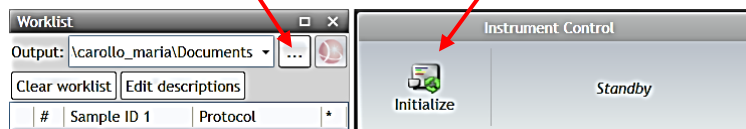
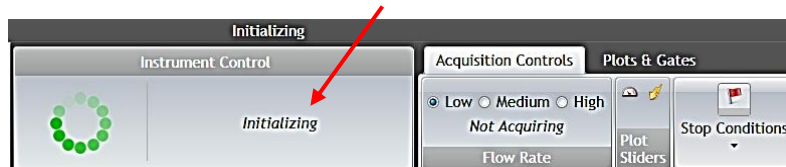

Figura 6
Figura 7
- 1.2.3. Creare un protocollo come da esigenze sperimentali e, in base alle istruzioni apprese durante il corso di formazione, salvarlo nella cartella di interesse, cliccando sull'icona sinistra indicata in Figura 6 della barra dell'Output.
- 1.2.4. Dal pannello "Instrument Control" cliccare sul tasto "Initialize" (mostrato in Figura 6, nell'icona destra) per inizializzare lo strumento: si avvierà un contatore di inizializzazione (in verde) ed il messaggio "Initializing" (Figura 7).